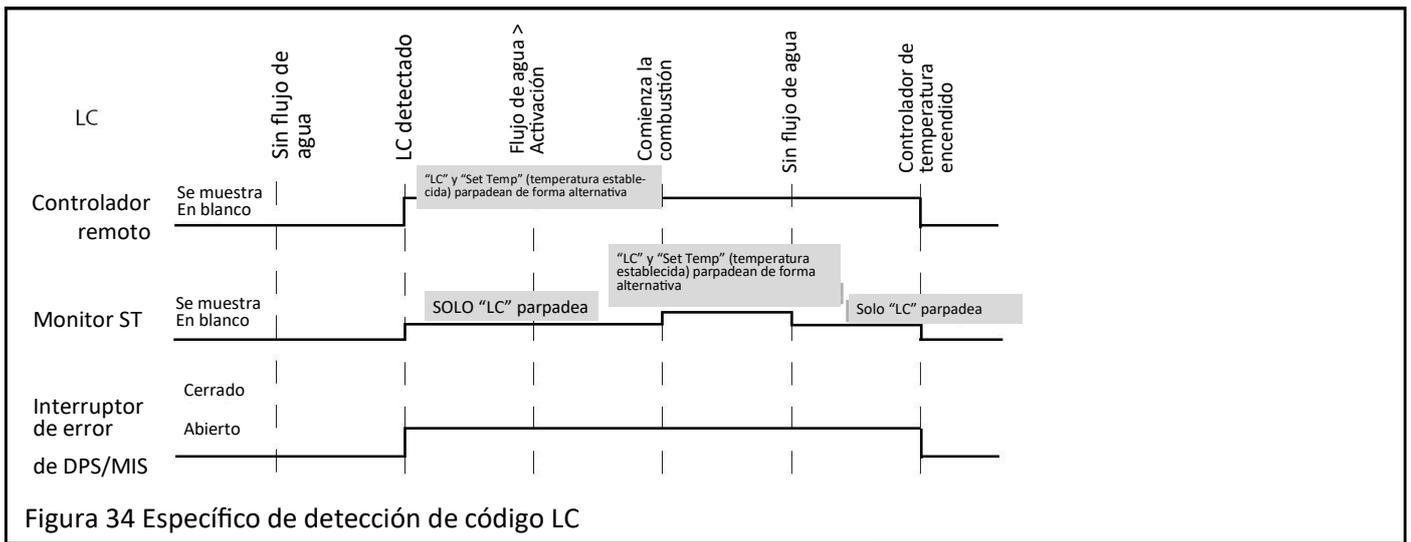

Figura 34 Específico de detección de código LC
- Cuando haya una condición de LC, el interruptor de error permanecerá en la posición cerrada en todo momento, excepto cuando el controlador de temperatura esté apagado. Consulte la Figura 34.